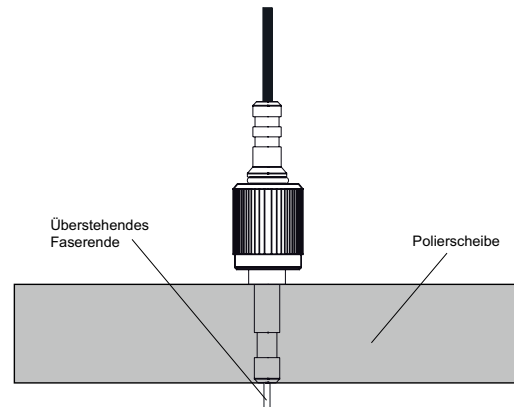

Bild 9 Polierscheibe mit Führung des Steckverbinders
- Den F-SMA Steckverbinder in die Polierscheibe (s. Bild 9) stecken und das überstehende Faserende mittels Polierbogen auf einer glatten Unterlage (z.B. Glasscheibe) abschleifen bis das Faserende plan zur Polierscheibe ist.